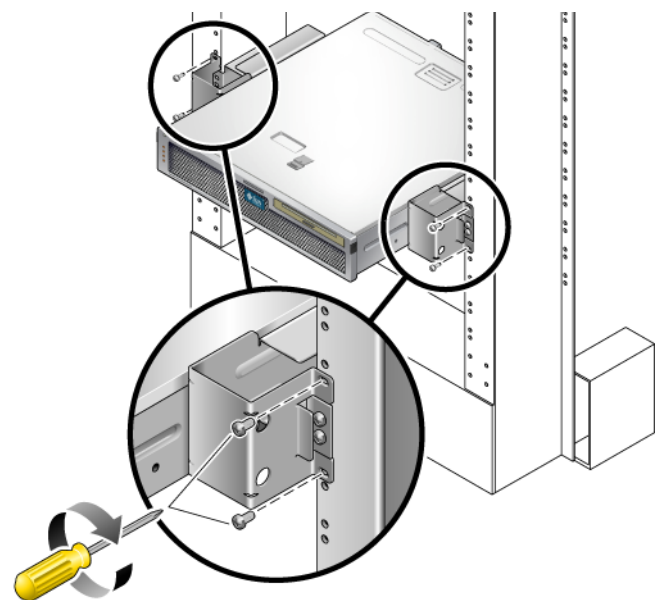

图 4-4 将服务器安装并固定到双柱机架中
5. 将服务器抬到机架上，并将其滑入导轨中（图 4-4）。
6. 使用螺丝（每侧使用两颗），将服务器上的每个侧托架固定到机架的前部（图 4-4）。所用螺丝的尺寸将因特定机架而异。